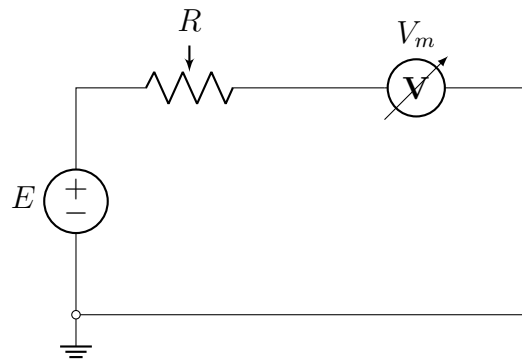

Figura 7: Montaje Experimental para Determinar la Resistencia Interna (R_v) de un Voltímetro.
3.2.1 RESISTENCIA INTERNA DE UN VOLTÍMETRO Puede demostrarse que la señal detectada por el voltímetro de la figura 7 es:
- Mida la salida de la fuente (E).
- Arme el circuito mostrado en la figura 7.